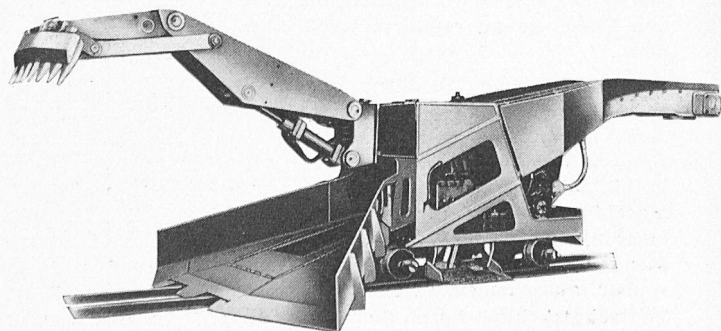

Bild 5. Zughackenlader *Westfalia* Typ ZL-62
*Zughackenlader Westfalia Typ ZL-62* (Bild 5), schienenfahrbar, mit Zughacke, die das Ausbruchmaterial auf die Ladeschaufel zieht und weiter auf das Kratzband drückt, welches